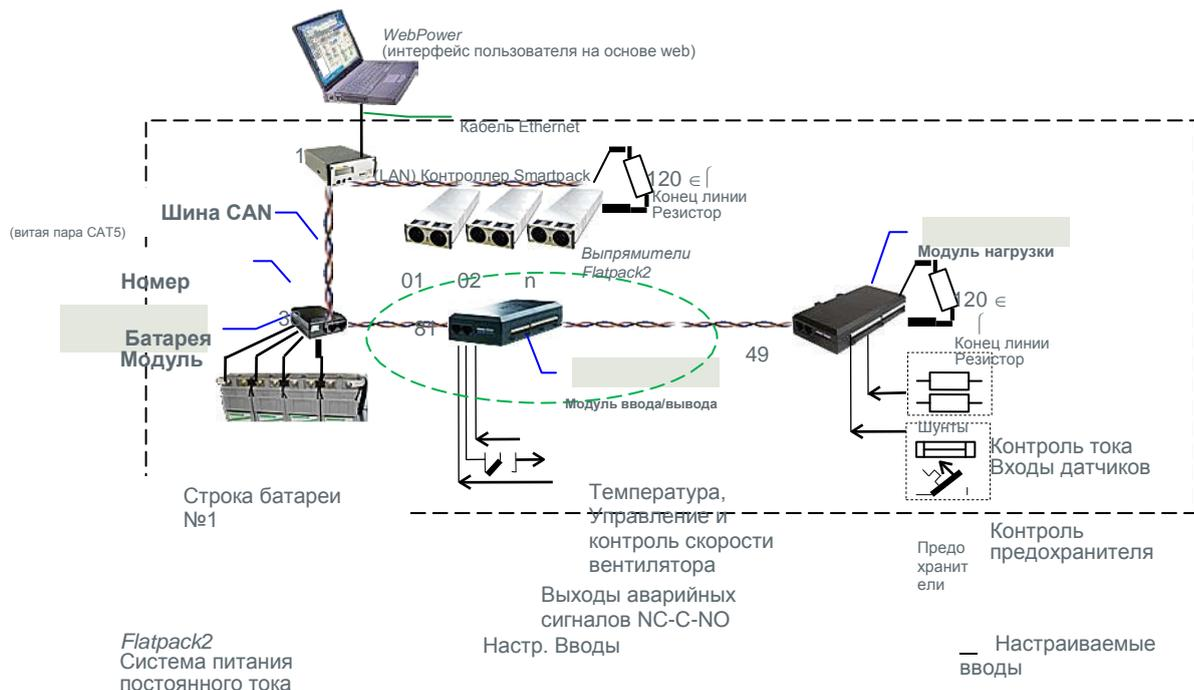

Рисунок 1 Пример из трех узлов шины CAN, подключенных к системе питания постоянного тока Flatpack2
*Модуль ввода/вывода*, *узел шины CAN* применяется в качестве компонента систем питания на основе *Smartpack* или *Smartpack2*, см. рисунок 1. *Модуль ввода/вывода 3* и прочие узлы шины CAN, например *Модуль контроля батареи* и *Модуль контроля нагрузки*, также могут подключаться к шине. Узлы питаются непосредственно от шины CAN, а также имеют выделенные входы и выходы, которые расширяют функции системы в отношении контроля и управления.